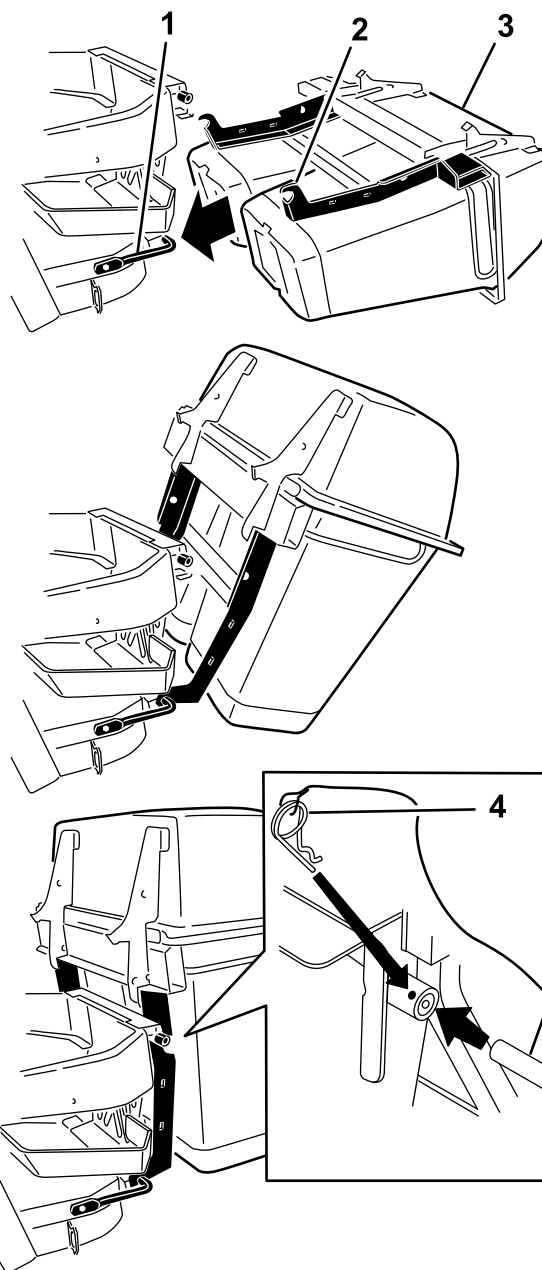

Figure 6
2. Engagez les crochets sur le support de fixation inférieur (Figure 6).
3. Relevez le capot sur le support de fixation inférieur du bac (Figure 6).
4. Placez le trou du système de ramassage en face du support de montage supérieur (Figure 6).
5. Mettez l'axe en place et fixez-le des deux côtés avec la goupille fendue (Figure 6).